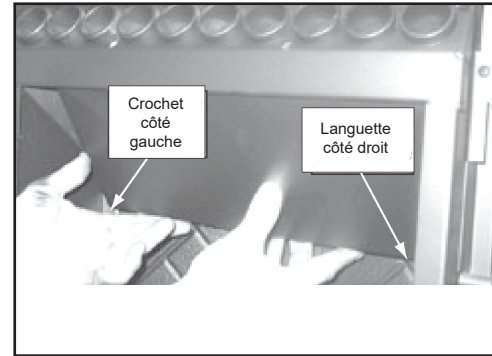

Figure 28.2
2. Le déflecteur supérieur est équipé d'un crochet en bas à gauche, qui repose sur la lèvre supérieure de la brique moulée. Une languette en bas à droite est accrochée au support latéral. Enlevez le déflecteur supérieur en commençant par tirer le déflecteur vers l'avant jusqu'à ce que le bord arrière s'abaisse. Puis repoussez le déflecteur jusqu'à ce que le bord avant se dégage de l'étagère sur laquelle il reposait. **Figure 28.2**